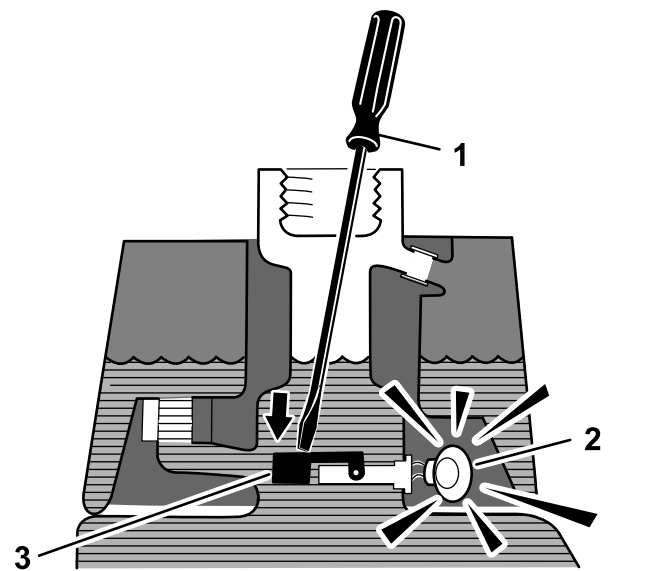

Figure 43
3. Introduisez une tige ou un tournevis propre dans le goulot du réservoir et enfoncez doucement le contacteur à flotteur (Figure 43) ; l'alarme devrait se déclencher au bout d'une seconde.